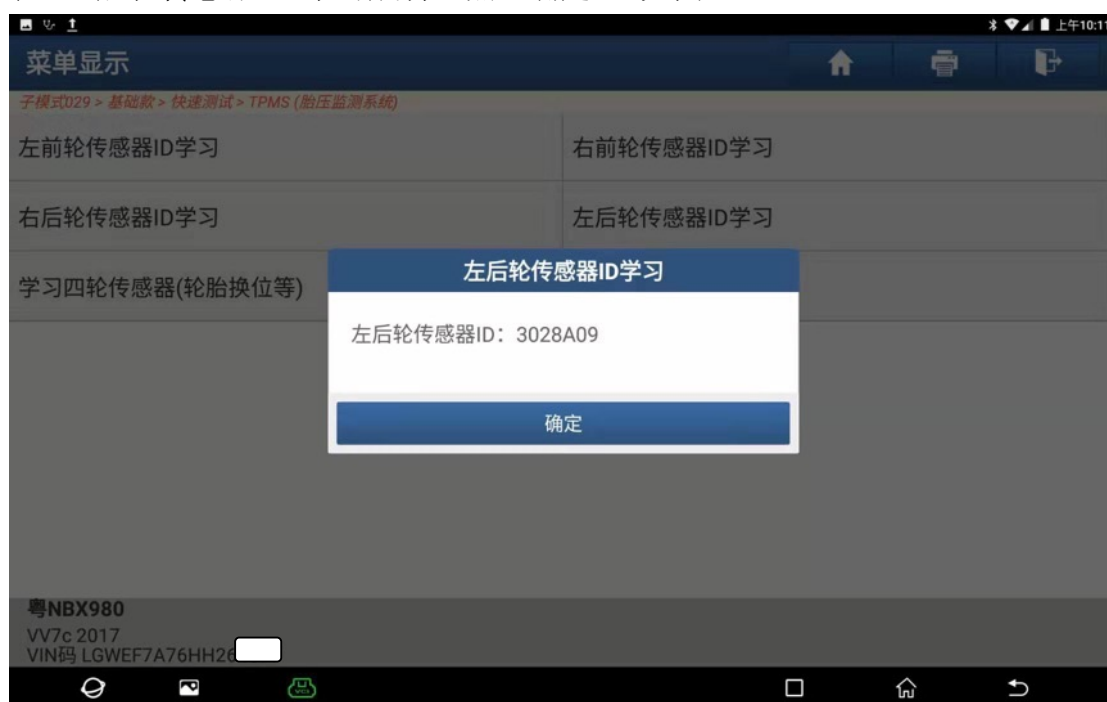

图 23
23). 左后轮传感器 ID 学习成功, 点“确定”, 如图 23: